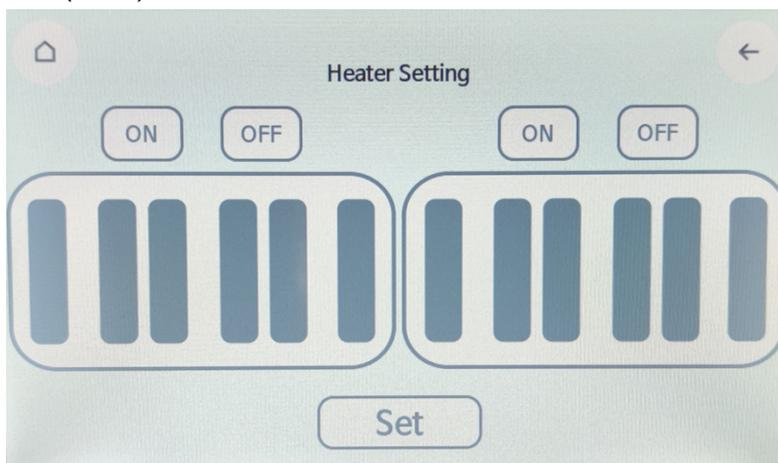

Figura 13. Menú Heater Settings (Ajustes del calentador) de la interfaz de la pantalla táctil de IndiMag 48s.
4. En el menú Heater Settings (Ajustes del calentador), **asegúrese de que todos los elementos de calefacción estén desactivados**. Los elementos del cargador de placas deben estar atenuados (Para ver una referencia, consulte la Figura 13, a continuación). Pulse “Set” (Ajustar) para abrir el menú Run (Serie).